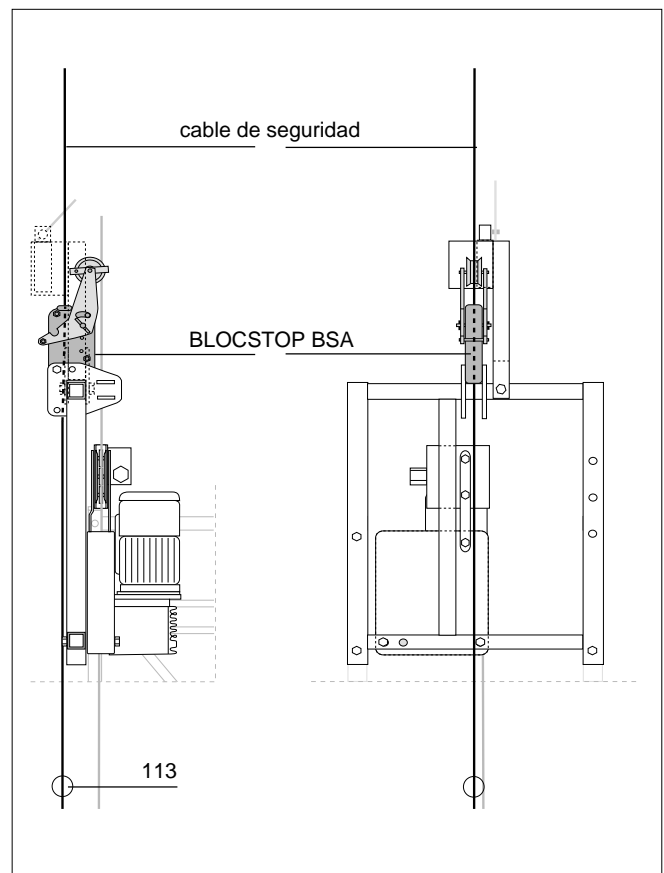

Fig. 1.31
a) ... en las liras extremas (Fig. 1.31)
- Antes de introducir el cable de seguridad (152) en el anticaidas BLOCSTOP BSA (109) verificar que no esté enredado alrededor del cable de elevación (151).
- Colocar un contrapeso (113) en cada cable de seguridad, aproximadamente a unos 20 cm. del suelo.